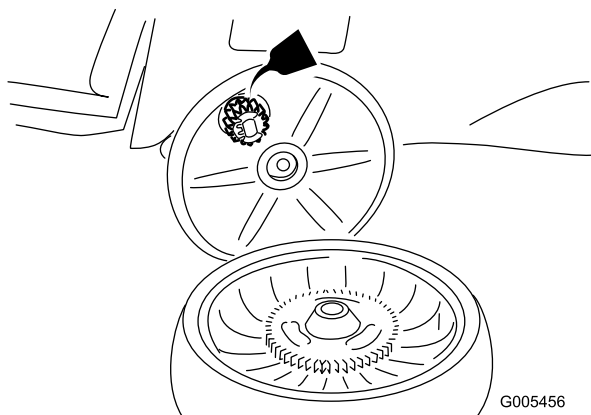

Figure 33
2. Appliquez une couche d'huile de graissage sur les engrenages comme montré à la Figure 33.